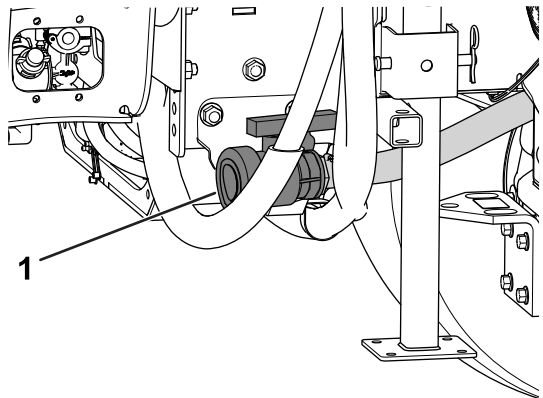

Figura 92
- Localice la válvula de vaciado del depósito, situada en el lado derecho de la máquina (Figura 92).